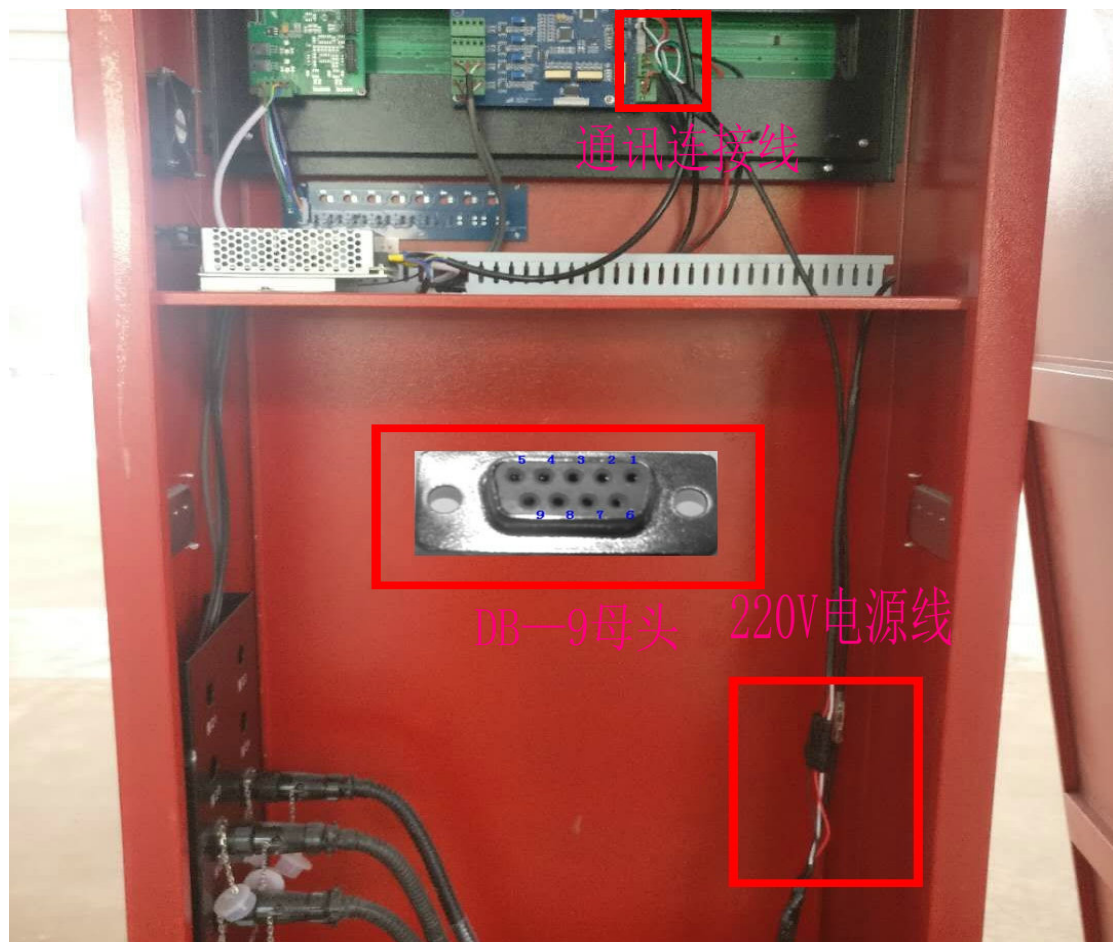

图 3.12
(3)、见图 3.12：从总电源开关拉一条 220V 三芯电源线到显示仪表箱内给显示仪表供电（红色接火线，白色接零线，黑色接地线）。同时还需要用 DB-9 母头焊接一条 RS-232 通讯线（白色线对应焊接到 DB-9 的 2 上，绿色线对应焊接到 DB-9 的 3 上，黑色线对应焊接到 DB-9 的 5 上）连接到主控电脑，从而实现显示仪表与主控电脑间的 RS-232 通讯功能。